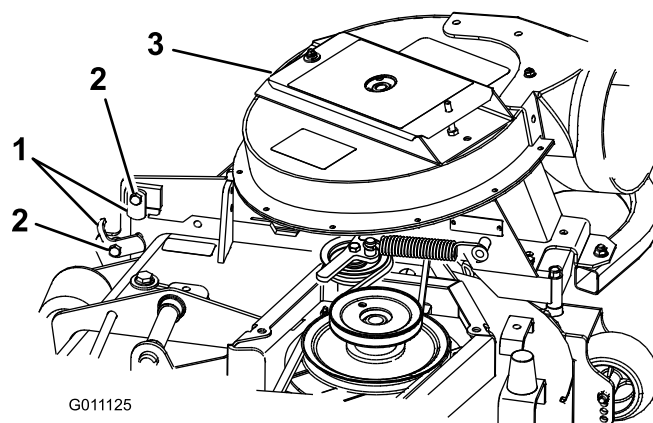

Figure 17
3. Fermez le ventilateur pour vérifier que les verrous sont réglés correctement. Desserrez ou serrez le boulon de sorte que les verrous maintiennent le ventilateur fermement appuyé contre le plateau de coupe, mais puissent néanmoins être déverrouillés à la main (Figure 17).